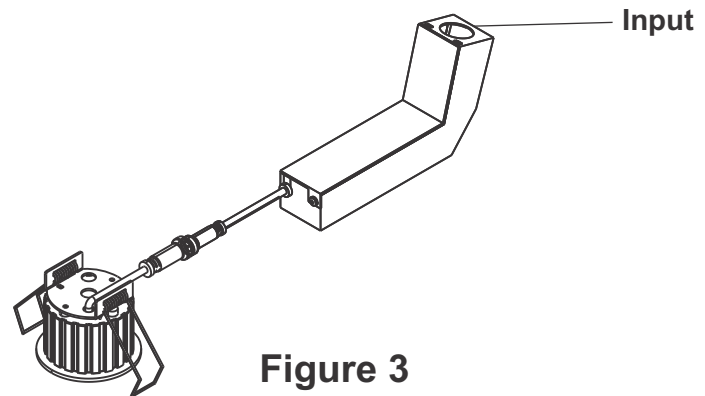

Figure 3
4. Connect the low voltage cable to the fixture. The arrows on the female and male cable should align before connecting. **(Figure 3)**
4. Connectez le câble basse tension au luminaire. Les flèches sur les câbles femelle et mâle doivent être alignés avant la connexion. **(Figure 3)**.